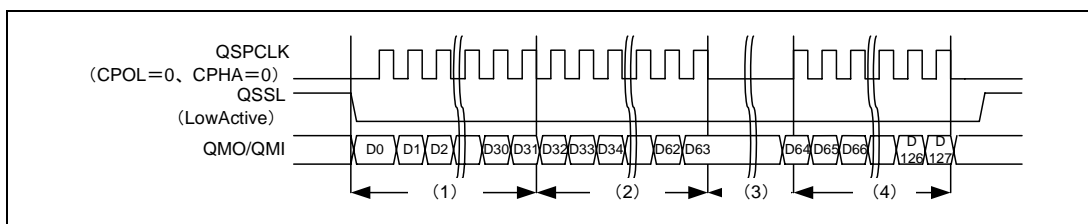

図 40.12 転送データ長を 128 ビットに設定したバースト転送の例 (Single-SPI モード)
一つはコマンドレジスタ 0~3 (SPCMD0~3) の転送データ長設定ビット (SPB[3:0]) と転送データ長倍数設定レジスタ 0~3 (SPBMUL0~3) を用いる方法です。SPB[3:0]ビットを 8、16、32 ビットに設定し、SPBMUL0~3 を 1~4,294,967,296 に設定することにより、SPB[3:0]ビットで設定した長さの転送を 1 転送として SPBMUL0~3 に設定した回数だけ連続的に繰り返す転送を実行します。ただし、転送中に送信バッファ (SPTXB) に送信データが無くなった場合、または受信バッファ (SPRXB) に SPB[3:0]ビットに設定したデータ長の空きが無くなった場合はクロックを停止して、転送の再開を待ちます。SPB[3:0]ビットを 32 ビット設定、SPBMUL を 4 に設定し、トータルの転送データ長を 128 ビットとした場合のバースト転送の例を図 40.12 に示します。図中 (1) ~ (4) の内容を以下に説明します。